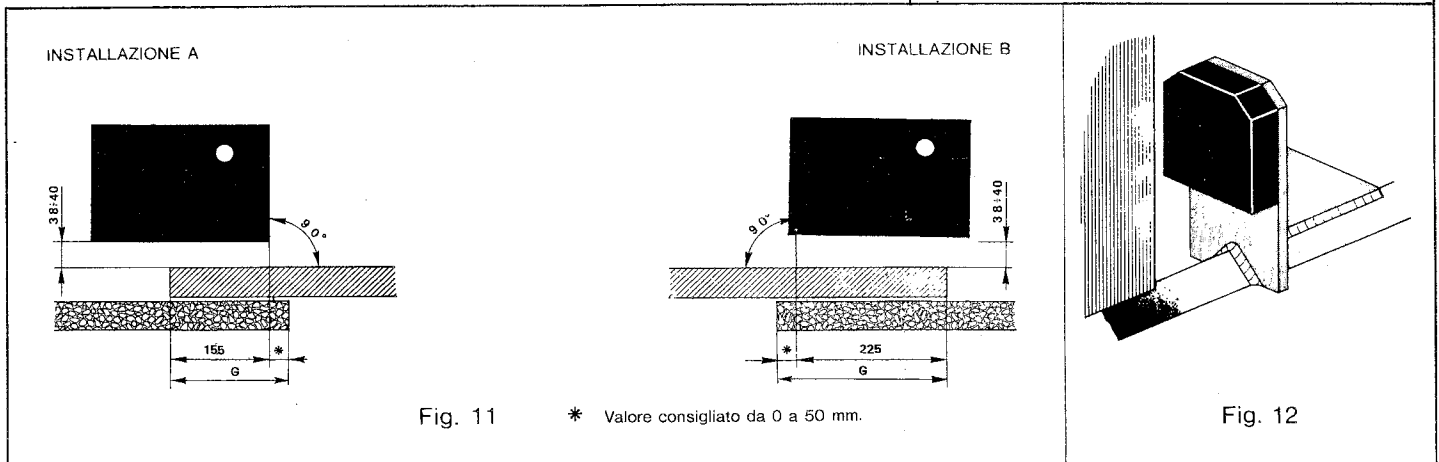

Fig. 11
- murare, dopo aver piegato gli ancoraggi, la piastra di fondazione come da figura **rispettando tassativamente gli angoli e le misure** riportate; il cancello è considerato ad anta chiusa (fig. 11). Quando la struttura del cancello lo permette si raccomanda di murare la piastra su un basamento di cemento all'altezza di 50 mm. Le quote di 155 mm. per l'installazione A e di 225 mm per l'installazione B sono da considerarsi come minime per permettere un perfetto ingranamento tra pignone e cremagliera. Durante la posa in opera controllare scrupolosamente e ripetutamente la **perfetta orizzontalità** della piastra con l'ausilio di una livella.